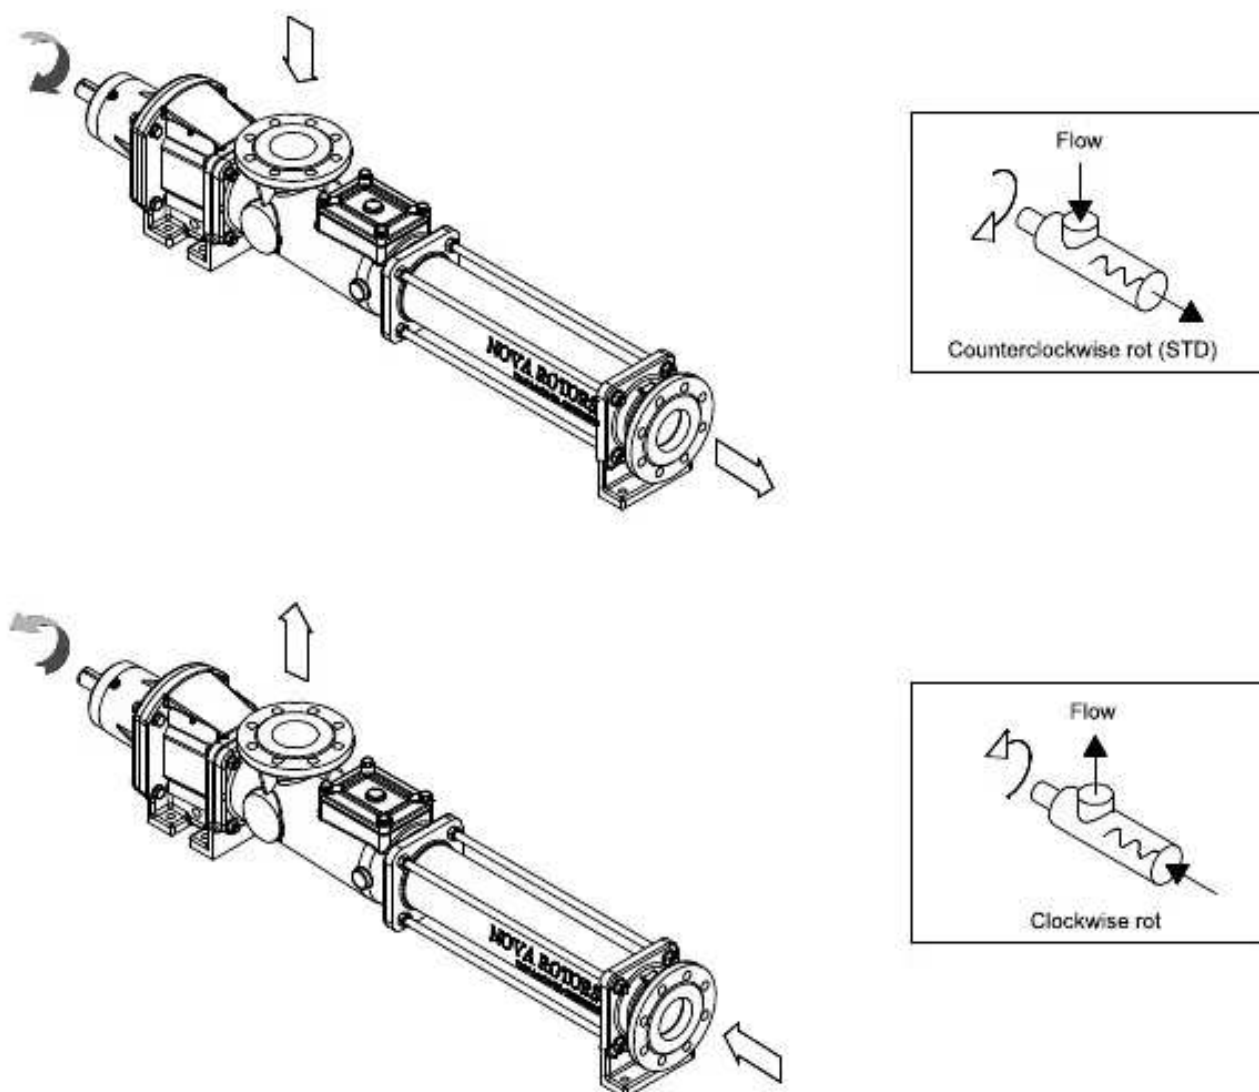

Fig. 11 – Sentido de rotación de la máquina
El sentido de rotación de la máquina determina la dirección de flujo del fluido (**Fig. 11**).
- verificar la dirección de flujo del fluido **Fig. 11**;